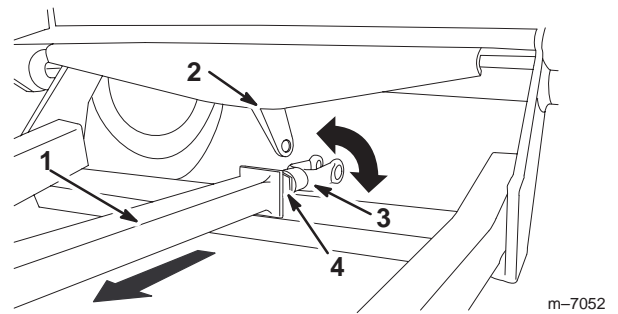

Bild 18
3. Schieben Sie die Hubstange nach unten und aus dem Hubarm heraus, sodass sich der Bügel frei drehen kann (Bild 18). Lösen Sie die Klemmmutter.
4. Schieben Sie die Hubstange so weit wie möglich nach vorne und halten Sie sie in dieser Stellung (Bild 18).
5. Drehen Sie den Bügel, um die Länge der Hubstange einzustellen (Bild 18). Die Hubstange ist richtig positioniert, wenn die Löcher im Bügel mit dem Hubarm ausgerichtet sind.